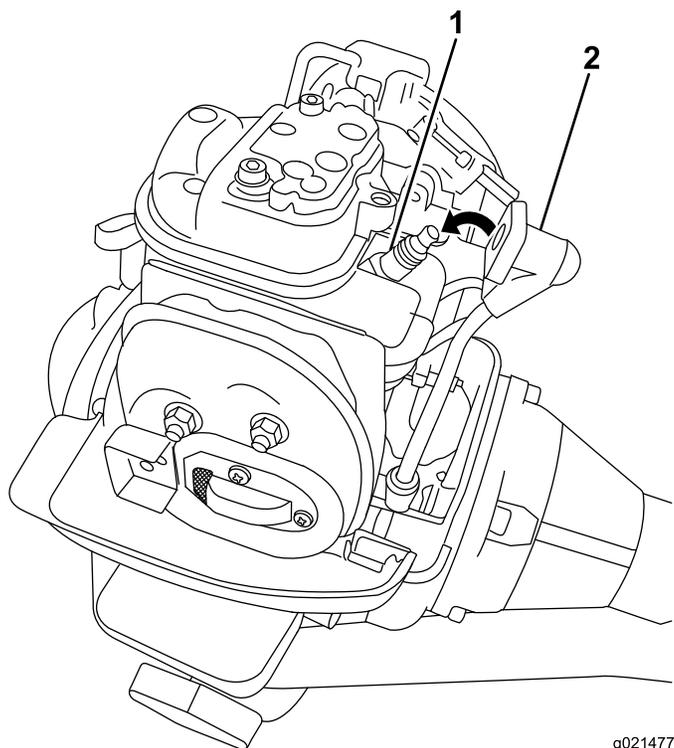

Figure 29
4. Débranchez le fil de la borne de la bougie (Figure 29).
4. Branchez le fil de la bougie en le poussant sur la borne de la bougie (Figure 29).